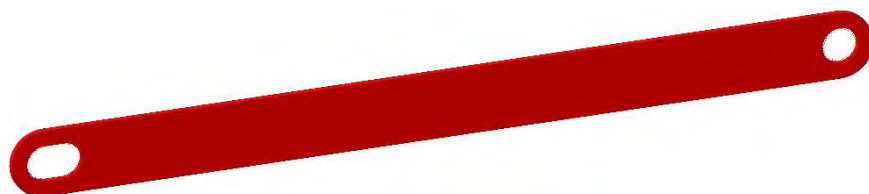

Рисунок 8. Фиксатор для блокировки гидроцилиндра
4.11 Для погрузки катка в автотранспорт в собранном виде использовать фиксатор (рис. 8, 9) для фиксации гидроцилиндра.